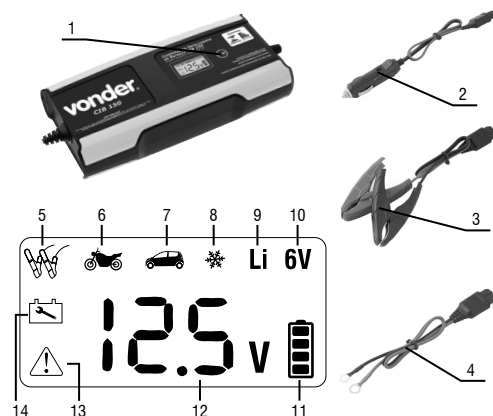

Fig. 1 – Componentes
- Sistema com microprocessador que divide o carregamento da bateria em 9 etapas, Fig. 1.